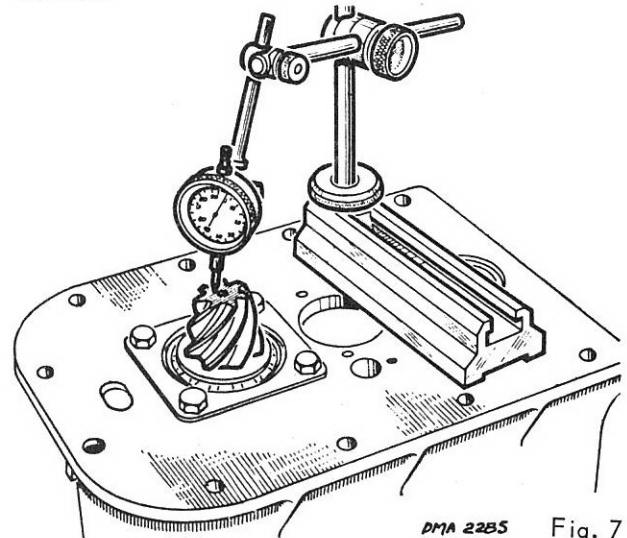

Fig. 7
b) placer un comparateur sur la face du pignon d'attaque (fig. 7).